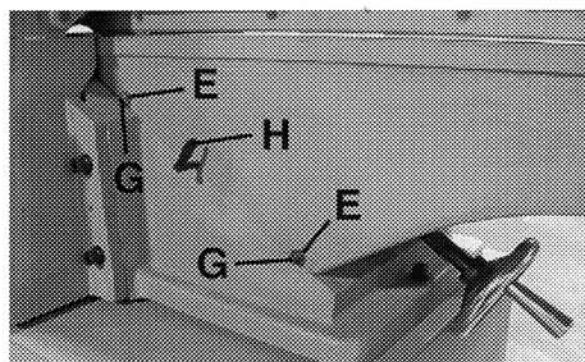

FIGURE 33
2. Pour ajuster la glissière de la table de sortie, désérrez le levier de verrouillage (H) Fig. 33. Désérrez les deux écrous de verrouillage (E) et serrez ou désérrez les deux vis d'ajustement (G) tel que nécessaire. **NOTEZ:** Ajustez la vis inférieure en premier et procédez aux vis d'ajustement supérieures, soulevez doucement le bout de la table. Ceci vous aidera à ajuster la glissière correctement sans que la table pend pendant l'ajustement. Serrez les deux écrous de verrouillage (E) Fig. 85, et le levier de verrouillage (H).